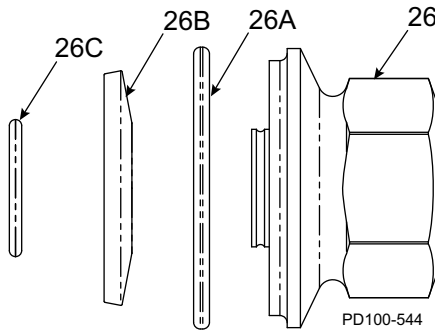
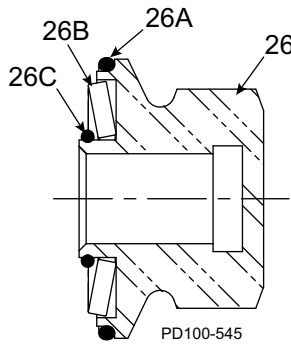

Figure 71 - Assemblage de l'écrou du rotor
Figure 72 - Vue en coupe de l'assemblage de l'écrou du rotor, tel qu'il est assemblé
**REMARQUE :** Pour plus d'informations sur l'assemblage de l'écrou du rotor, y compris l'orientation de la rondelle Belleville (élément 26B), consultez la Figure 71 et la Figure 72, page 50.
Voir Figure 70 à la page 49, et Figure 71 et Figure 72 sur cette page.